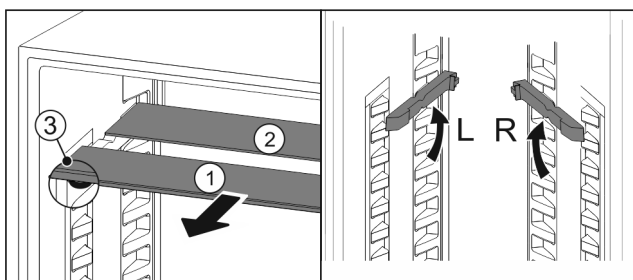

Fig. 174
- Skleněné desky jednotlivě vytáhněte dopředu Fig. 174 (1).
- Skleněná deska Fig. 174 (1) s ozdobnou lištou leží vpředu.
- Zárážky Fig. 174 (3) směřují dolů.